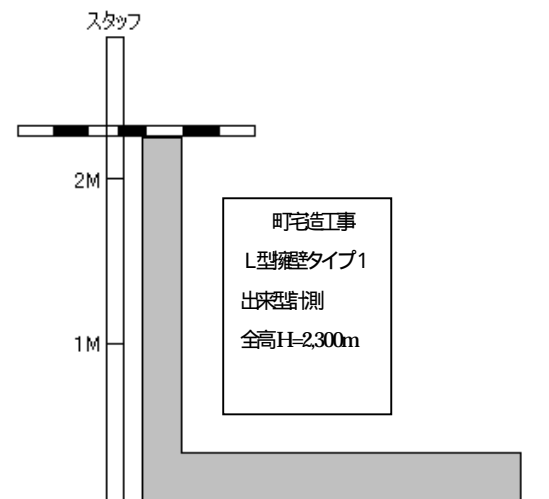

図 1. 撮影例
- ・撮影箇所、撮影年月日、構造物の内容等が確認できる様に、内容を記入した黒板を写し込んで撮影して下さい。（図 1 参照）